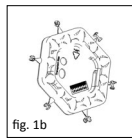
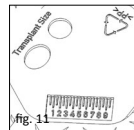

fig. 1b
fig. 11
■ **fig. 1b/11** De innarbeidete sjablonene på baksiden av sizer disken (fig. 1b) viser minimal størrelse for transplantatet for underføring av trommehinnen (fig. 11).
■ **fig. 11** Millimeterskalaen brukes til generelle sammenlignende målinger, noe som kan være nyttig i rammen av en mellomøreoperasjon. Baksiden kan prinsipielt også brukes som underlag eller prepareringsområde for diverse prosedyrer som for eksempel bearbeidning av transplantat eller mellomlagring.